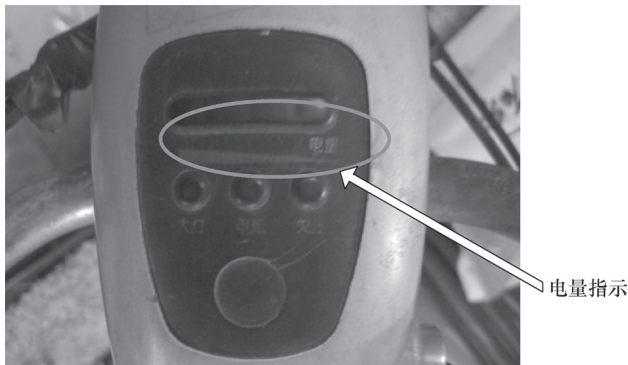

图 8-20 电动自行车电量指示
2) 经过观察发现仪表盘内电源指示灯不亮，电量指示表处于零位，如图 8-20 所示。